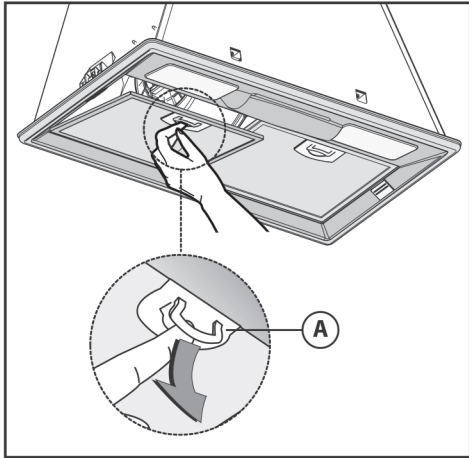

Рис. 5
Перед тем как приступить к сборке устройства, для облегчения его монтажа отсоедините фильтр/жироулавливающий фильтр (рис. 5).
1. снимите жироулавливающие фильтры **G** (рис. 5);